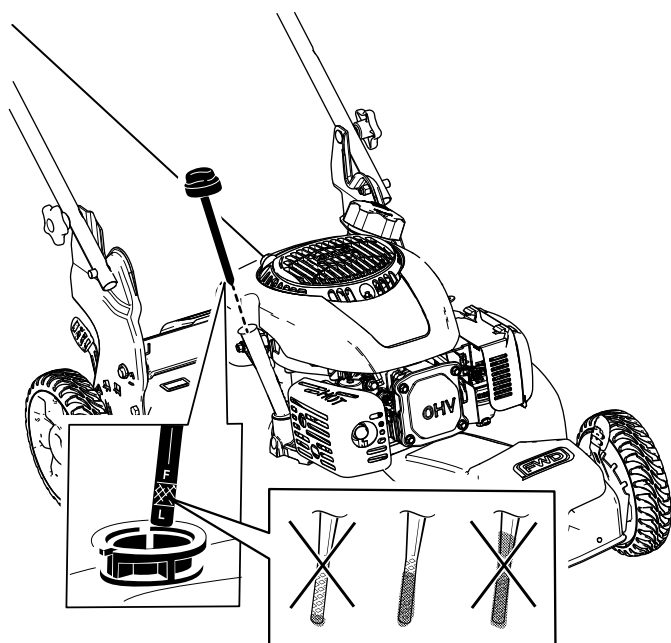

Figura 28
3. Retire la varilla girando el tapón en el sentido contrario a las agujas del reloj y tirando del mismo (Figura 28).
10. Observe el nivel de aceite en la varilla (Figura 28).